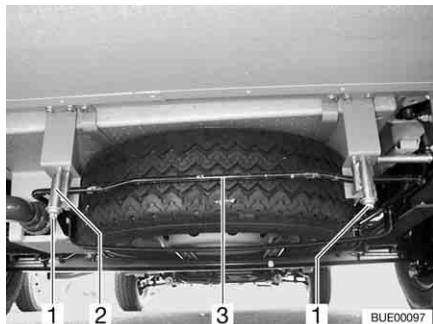

Fig. 280 Système de maintien de la roue de secours (panier)
- Desserrer les écrous (Fig. 280,1) des crochets arrière droit et gauche (Fig. 280,2) du système de maintien de la roue de secours.
- Pousser légèrement le tenon (Fig. 280,3) vers le haut. Tirer simultanément le crochet vers le bas et décrocher le tenon.